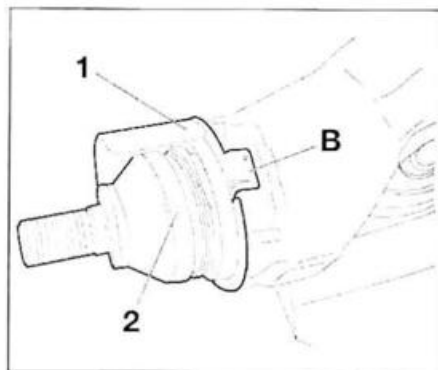

FIG. 15
- Desmontar la chapa de protección (1) con un destornillador (fig. 15).